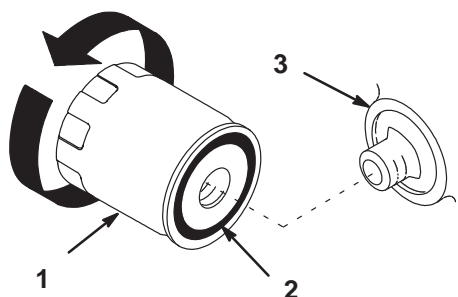

Figure 33
2. Déposez le filtre à huile usagé et essuyez la surface du joint de l'adaptateur (Fig. 33).
4. Appliquez une fine couche d'huile neuve sur le joint en caoutchouc du filtre de rechange (Fig. 33).
5. Posez le filtre à huile de rechange sur l'adaptateur. Tournez le filtre dans le sens horaire jusqu'à ce que le joint rejoigne l'adaptateur, puis donnez 1/2 tour supplémentaire (Fig. 33).